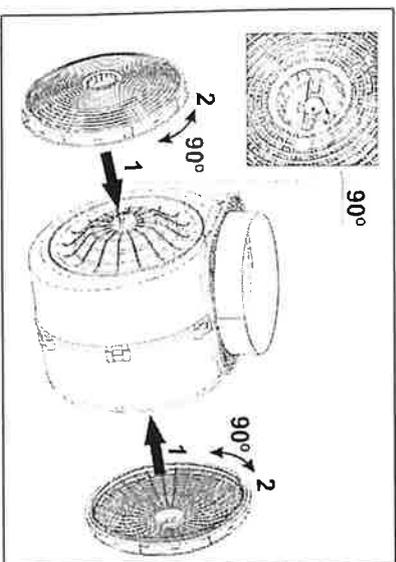

Fig.6
7.9 Les filtres à charbon (sont achetés à part), utilisés au régime de la recirculation il faut remplacer tous les 3-6 mois en fonction de l'exploitation de la hotte. Pour remplacer le filtre à charbon, vous devez suivre les étapes suivantes (Fig.6):